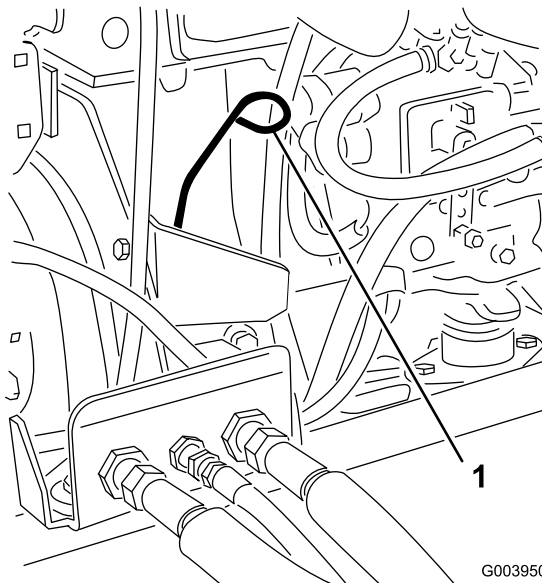

Figura 75
3. Retire a vareta, limpe-a e volte a colocá-la (Figura 75).